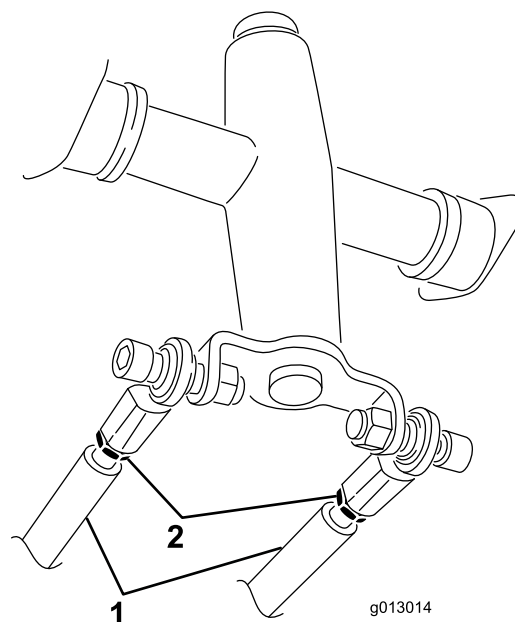

Рисунок 56
3. Ослабьте контргайки на штоках привода под панелью управления (**Рисунок 56**).